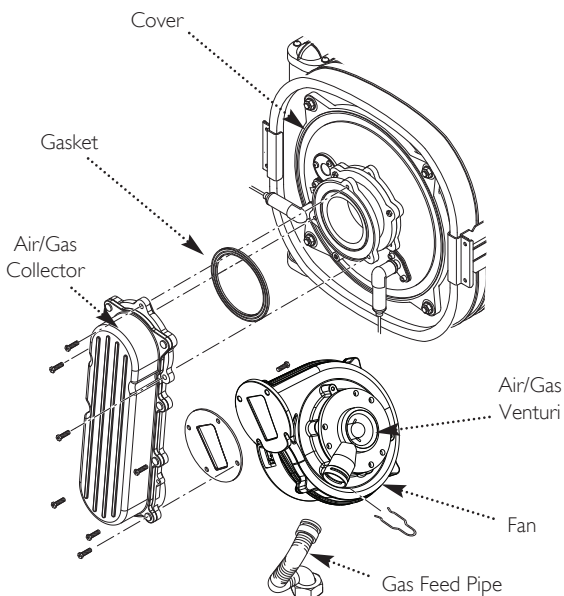

Fig. 45
13.2 Fan (Fig. 45)
13.3 Air/Gas Venturi (Figs. 45 & 46)